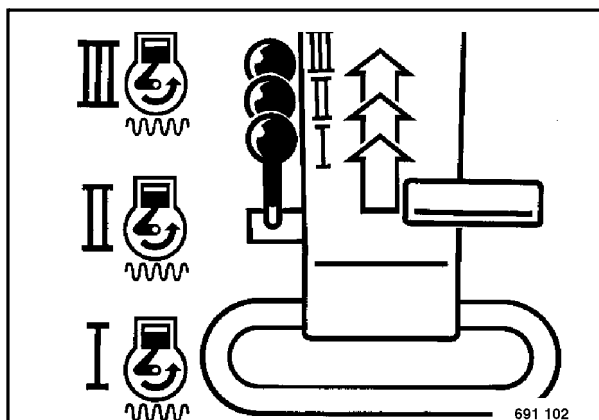

Fig. 3
- Colocar la palanca reguladora de revoluciones (Fig. 3) en posición de III "plena carga".